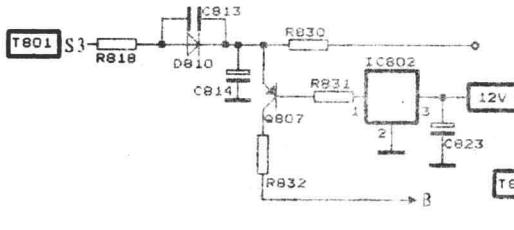

图 7
7.12V 过流保护:图 7 是 +B 12V 过流保护电原理图。若 12V 负载回路电流增大, R830 上压降增大, 这个电压同时给 C826 充电。当 V_{c826} 上升至 0.7V, Q807 导通, 中心检测点出现高电位, 复合保护电路运转且设定至备用状态。